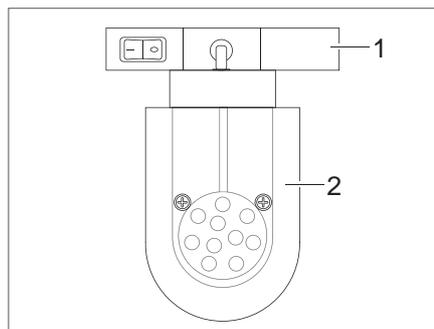

Bild 110 LED-Spotleuchte (Beispiel)
- Halterung (Bild 110,1) fassen und um 90° drehen.
- LED-Spotleuchte (Bild 110,2) aus Schienensystem entnehmen.
- LED-Spotleuchte (Bild 110,2) an gewünschter Position in das Schienensystem einsetzen und um 90° drehen.